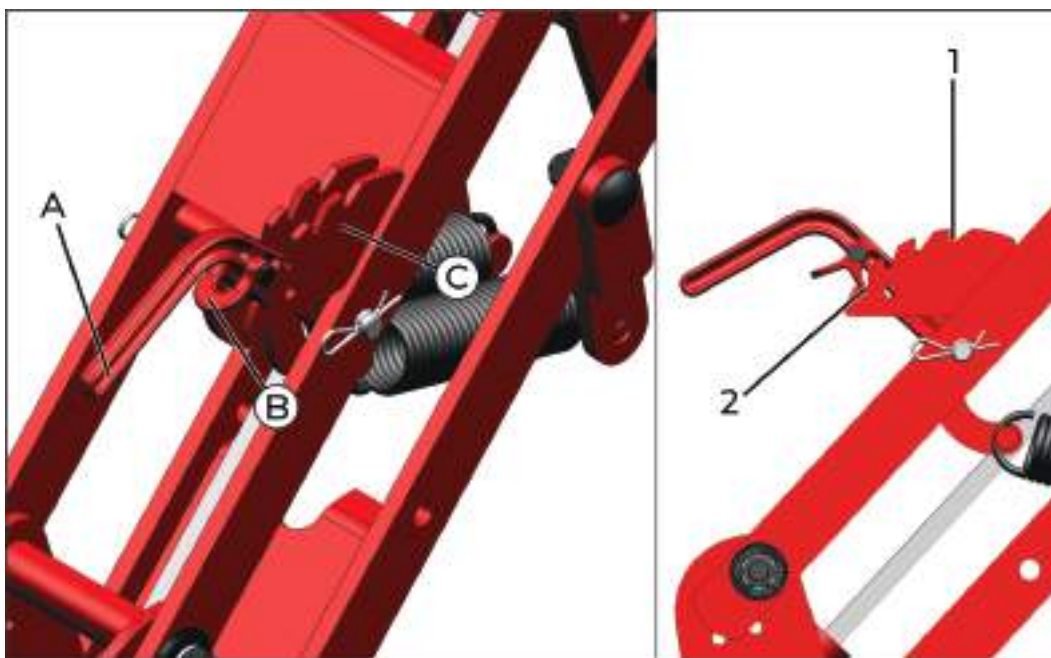

fig. 121
Para se obter maior amplitude, oscilação de altura, dos discos duplo de semente, desloque a alavanca (A) (fig. 121) para frente ou para trás. Estas regulagens dependem dos desníveis apresentados no solo e na área plantada. Para facilitar o ajuste da alavanca (A), suspenda o implemento.